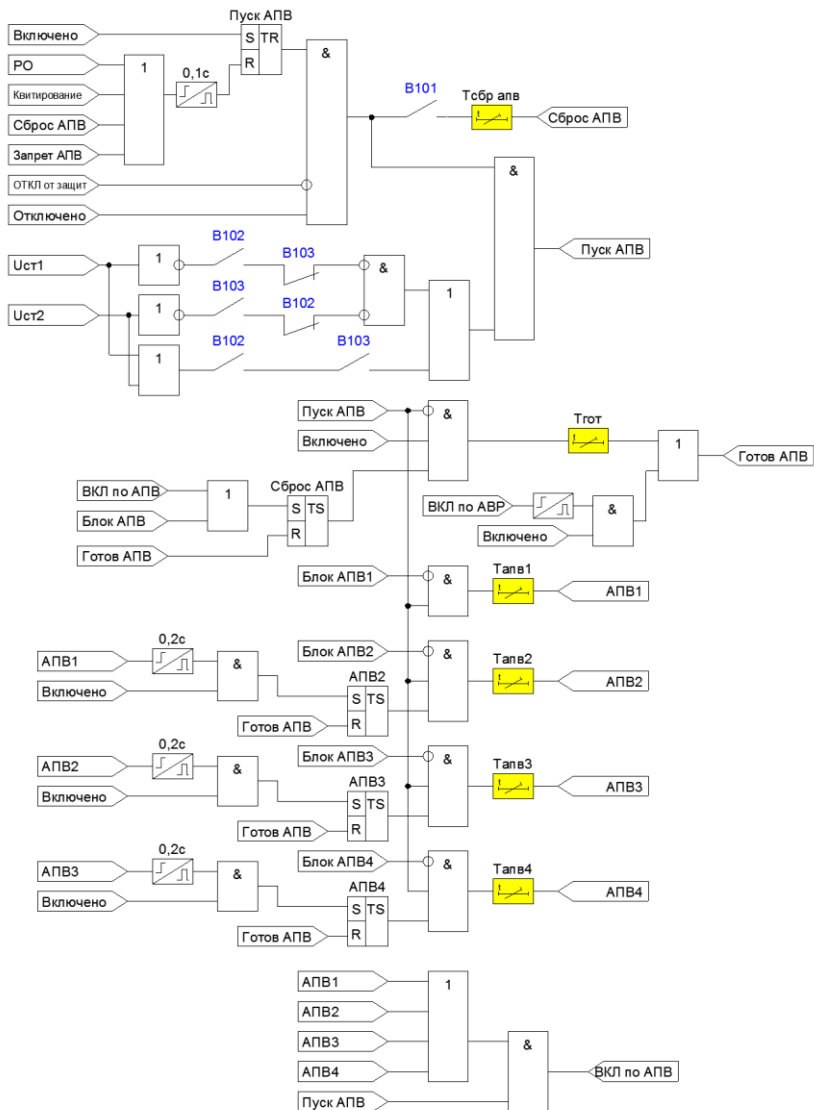

Рисунок 4.2.3 – Функциональная схема пуска и работы АПУ
- после включения ВВ набрана выдержка времени готовности, появился сигнал готовности и выключатель продолжает оставаться включенным (Рисунок 4.2.3);